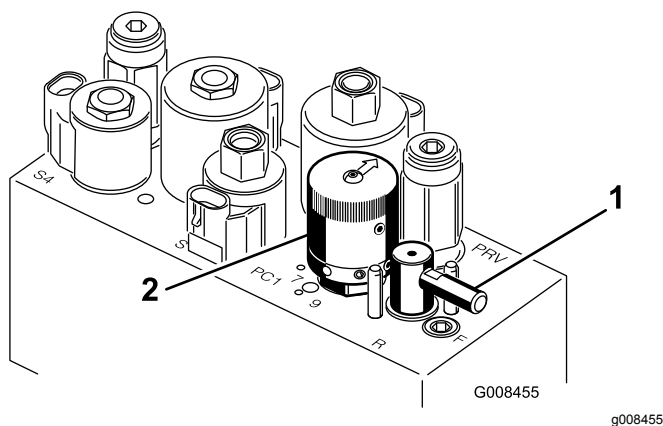

Рисунок 50
5. Поверните рычаг заточки обратным вращением в положение "R" (Рисунок 50).
6. Поверните регулятор частоты вращения барабана в положение 1 (Рисунок 50).